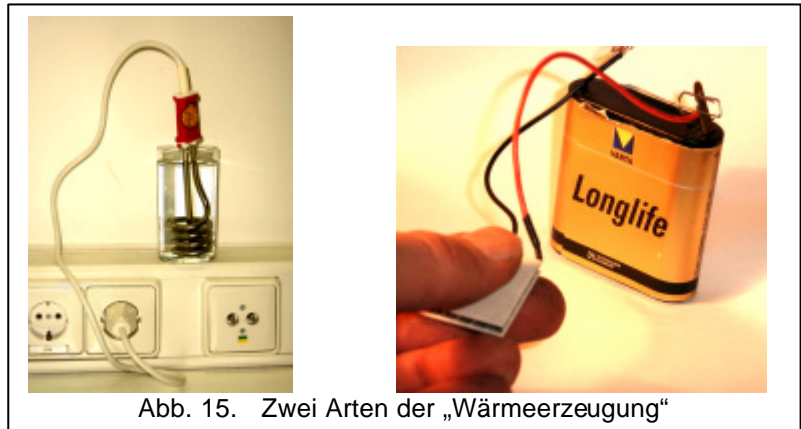

Abb. 15. Zwei Arten der „Wärmeerzeugung“
**Frage:** Worin liegt der grundsätzliche Unterschied der in Abbildung 15 dargestellten Arten der „Wärmeerzeugung“.